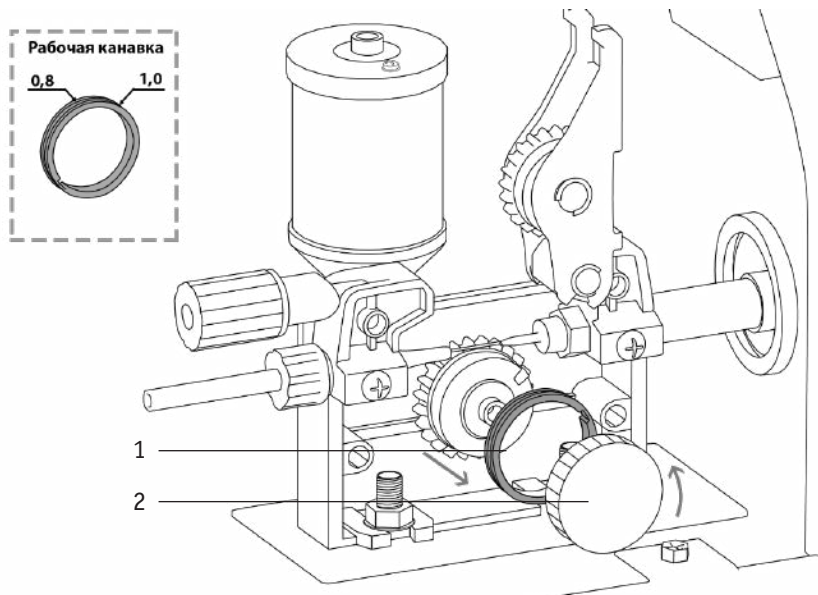

Рис. 8.5.3. Порядок смены подающего ролика.
3. Установите необходимую канавку в зависимости от диаметра сварочной проволоки ролик (См. рис. 8.5.3).